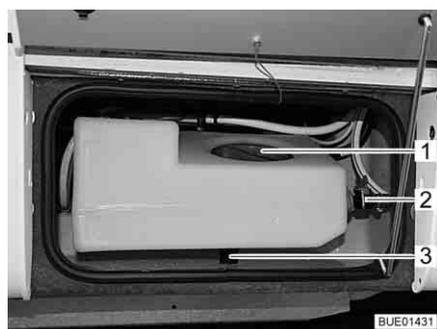
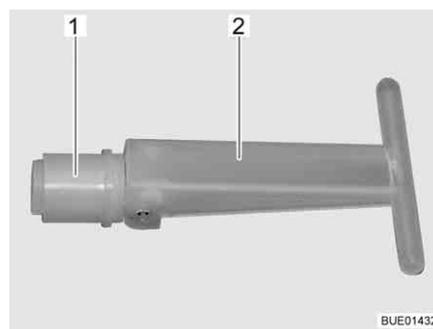

Fig. 199 Reservatório adicional da água
Fig. 200 Tampão de vazamento
Quando a válvula de purga (Fig. 199,2) está aberta, a quantidade de enchimento do reservatório adicional da água fica limitada a aprox. 30 l; a água excedente é descarregada. Se a válvula de purga estiver fechada, fica disponível o volume completo do reservatório.
Quando o tampão de vazamento (Fig. 200,1) no interior do reservatório da água é puxado, a água corre através do dispositivo de descarga (Fig. 199,3). O tampão de vazamento pode ser alcançado através do orifício de serviço (Fig. 199,1).
- Assegure-se que o tampão de vazamento (Fig. 200,1) no reservatório adicional da água está fechado (manípulo (Fig. 200,2) rebatido).
- Assegure-se que a válvula de purga (Fig. 199,2) está fechada.
- Abra o orifício de serviço (Fig. 199,1) no reservatório adicional da água.
- Através do orifício de serviço, coloque o manípulo (Fig. 200,2) do tampão de vazamento (Fig. 200,1) em posição vertical e retire para fora o tampão de vazamento.
- Abra a válvula de purga (Fig. 199,2) no reservatório adicional da água.